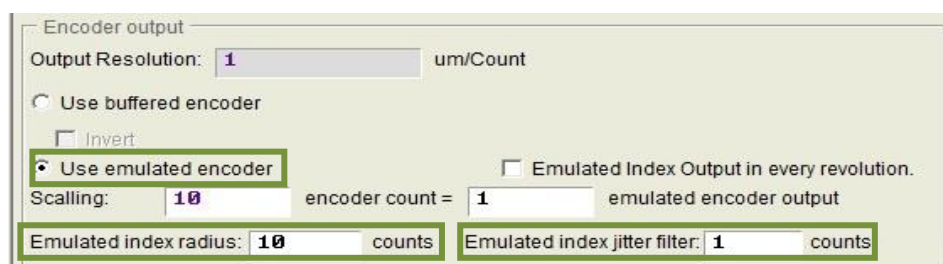

図5.2.2.3.4
- a エミュレートされたインデックス半径: 図 5.2.2.3.5 のように、エミュレートされた Z 相信号の出力範囲。